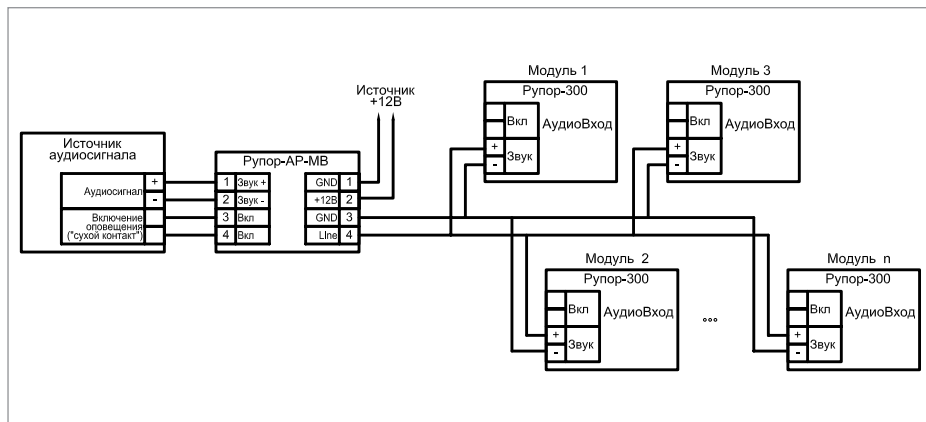

Рисунок 17. Схема подключения модуля Рупор-300 к Рупор-АР.
2. Аналоговый аудиовход, используемый для внешнего оповещения, рассчитан на подключение слаботочного источника звукового сигнала и предполагает его размещение вблизи модуля Рупор-300. При этом допускается подключения к одному источнику сигнала одного модуля. Чтобы обойти это ограничение и подключить удаленный источник (микрофон, устройство с линейным звуковым выходом и т.п.) к нескольким модулям (до 40 модулей Рупор-300), можно использовать аналоговый выходной модуль Рупор-АР-МВ из комплекта аналоговых расширителей Рупор-АР. При этом модуль расширения аналоговых линий Рупор-АР-МР не потребуется. Модуль Рупор-АР-МВ подключается к источнику звукового сигнала и является усилителем, а приемником является модуль Рупор-300 (Рисунок 17), и усиленный сигнал передается по линии связи между этими модулями. Длина линии связи может достигать 3500м. В качестве линии связи используется кабель UTP («витая пара»).